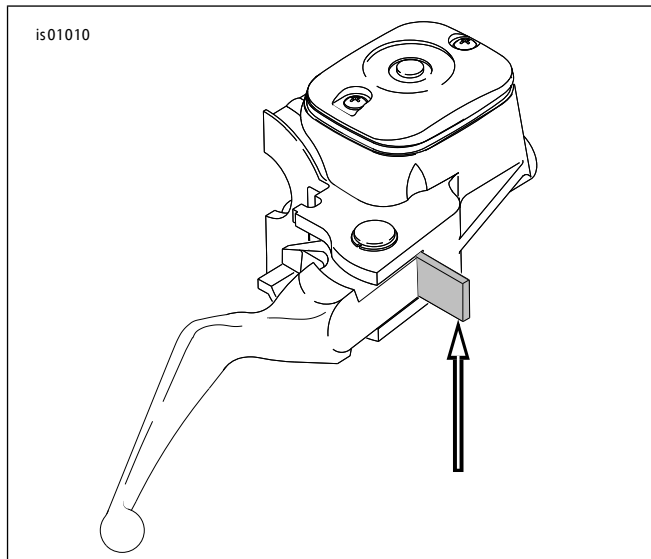

图7. 4毫米(5/32英寸)纸板衬垫
4. 参见图7。将一块4毫米(5/32英寸)纸板衬垫放在刹车杆与杆支架之间。
- 参见图7。将一块4毫米(5/32英寸)纸板衬垫放在刹车杆与杆支架之间。